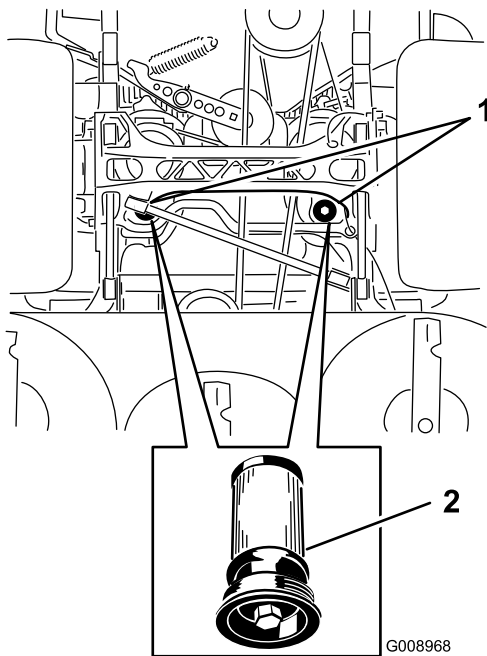

**Figure 85**
3. Soulevez la machine sur des chandelles (Figure 85).
9. Retirez les chandelles et abaissez la machine (Figure 85).